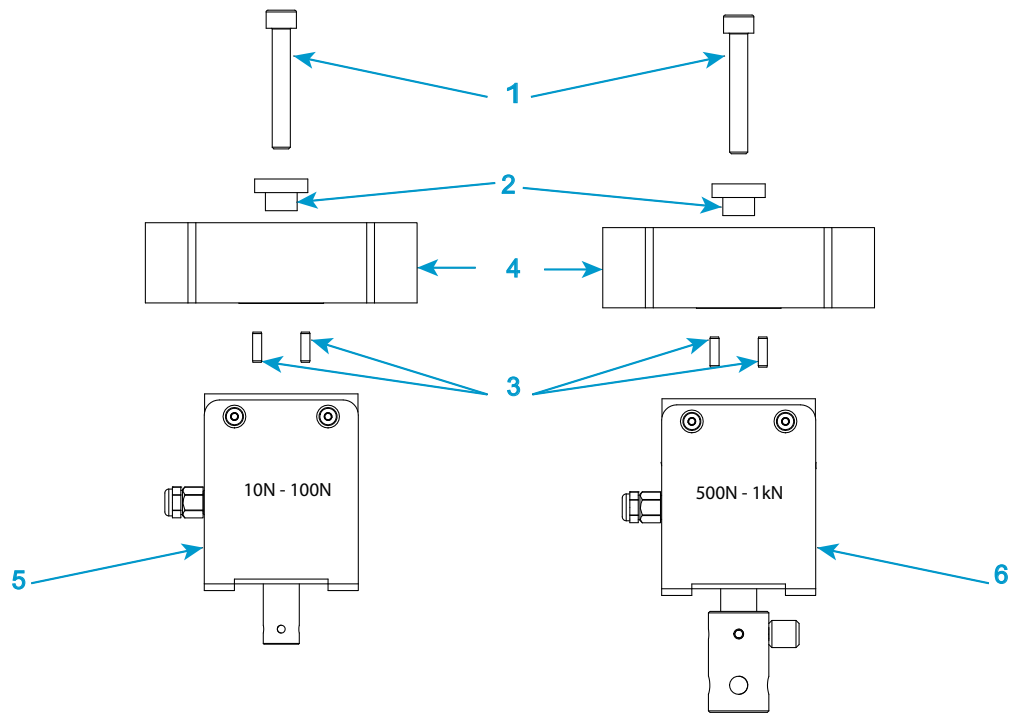

図 15. 2519 シリーズのロードセルの取り付け - 容量 10 N ~ 1 kN
説明 図 15
1. 83 ページの 図 15 とそれに関連する説明文を参照してください。